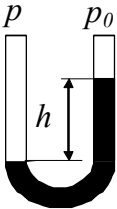

Рисунок 2.6
2.5. Определить разность уровней  $h$  в вертикальном U-образном ртутном манометре (рисунок 2.6), один конец которого сообщается с атмосферой, а второй подсоединен к сосуду с давлением газа в нем  $p = 2 \cdot 10^5$  Па.